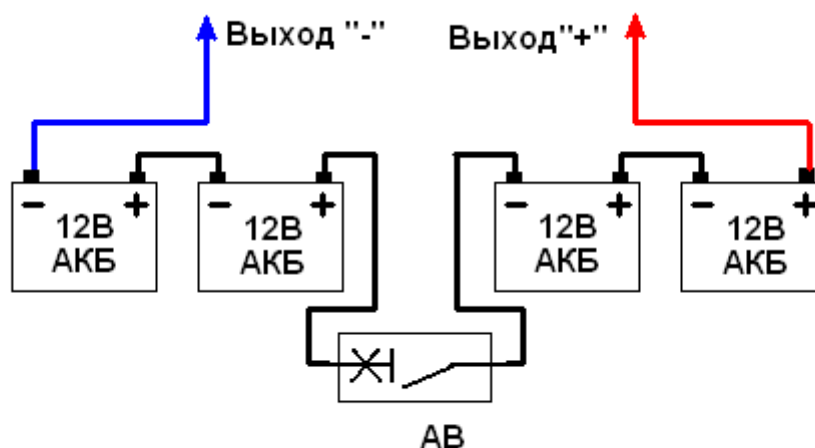

Рис. 3. Схема соединения четырех аккумуляторов 12В.
Для варианта установки четырех аккумуляторов ёмкостью 7А*ч рекомендуемые схема и последовательность коммутации и сборки АКБЛ приведены ниже (см. рис.3).
4. Соединить выходные («-», «+» на рис.3) проводники с аккумуляторами.